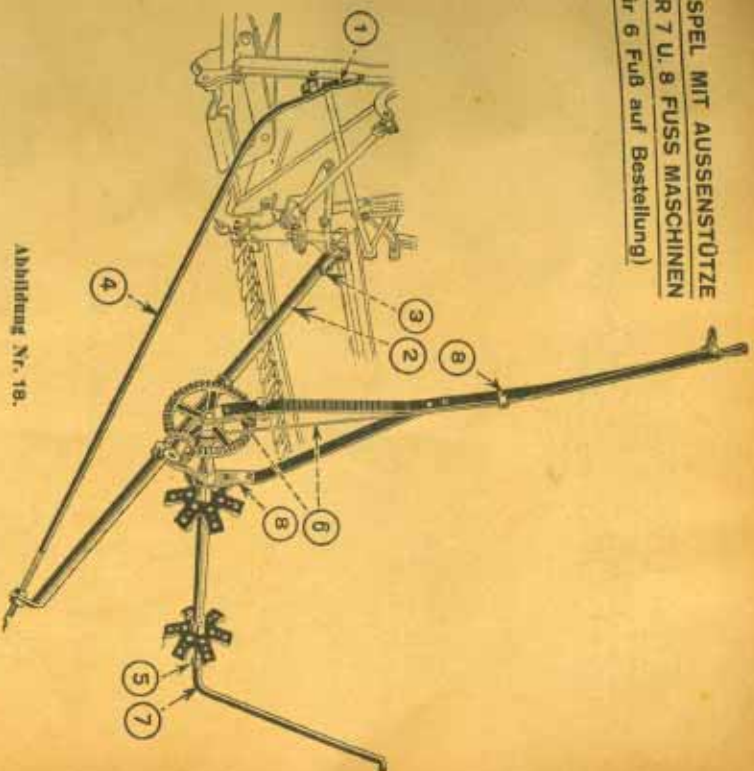

Abbildung Nr. 18.
8. Schraube die Haspelhebel-Strebe (mit der Riegelstangeführung) an den Hebel und lege die Riegelstange in die Führung. Befestige das andere Ende der Strebe an der Streben-Verlängerung, wie Abbildung Nr. 18 zeigt.